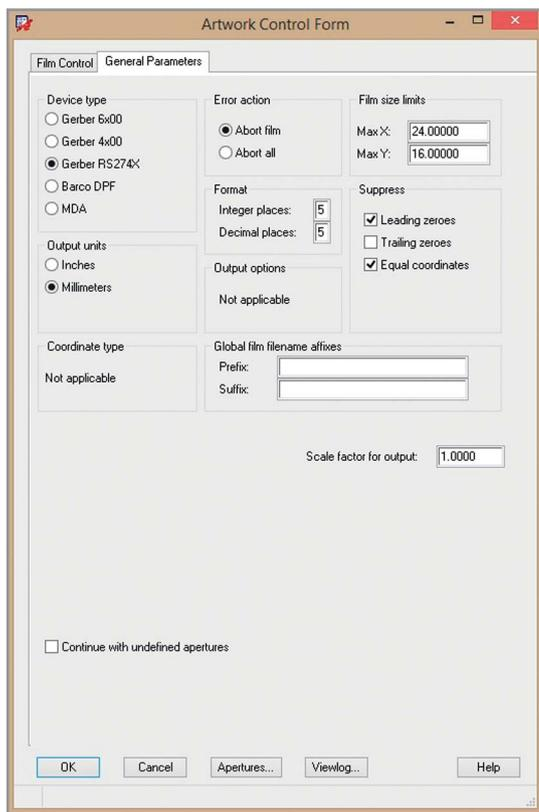

Рис. 42. Окно параметров для вывода файлов Gerber для производства
1. Выполним Export > Gerber Parameters (см. рис. 42).
6. Убедимся, что единицы измерения – миллиметры, и сохраним изменения (OK).